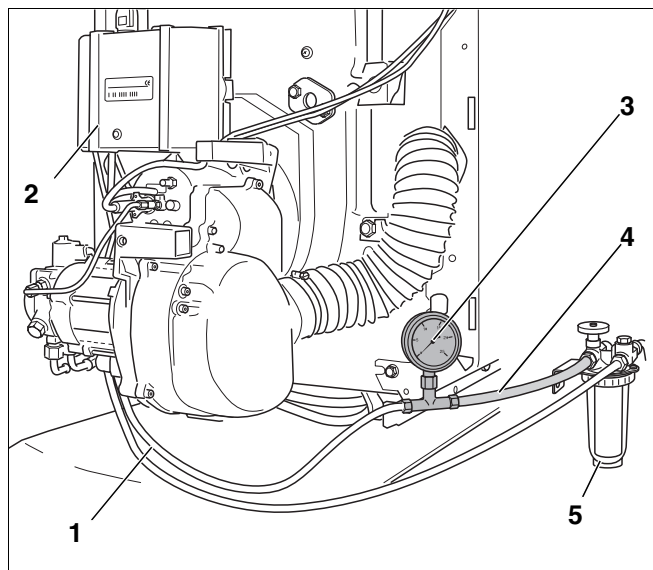

Рис. 16 Демонтаж всасывающего топливопровода
- Перекрыть запорный кран на топливном фильтре (рис. 16, поз. 5) и снять прозрачный шланг (рис. 16, поз. 4) с вакуумметром (рис. 16, поз. 3).
- Присоединить всасывающий трубопровод (рис. 16, поз. 1) к штуцеру на топливном фильтре (рис. 16, поз. 5).
- Открыть запорный кран на топливном фильтре (рис. 16, поз. 5).